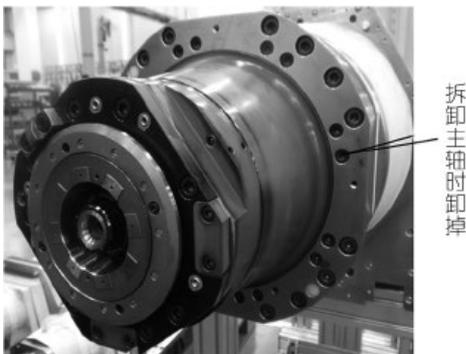

图 12 拆卸主轴法兰盘
(9) 调整滑槽的水平, 用水平尺检查滑槽的水平, 后面的支架可以调整滑槽的高低。
(10) 拆下主轴前端的防护盖, 然后卸下如图 12 所示内圈的小螺栓。注意不要动外圈的大螺栓。
(7) 按规定力矩拧紧法兰盘内圈上的小螺栓, 如图 12 所示。
(8) 按照顺序连接主轴后部的所有管路和电缆即可。